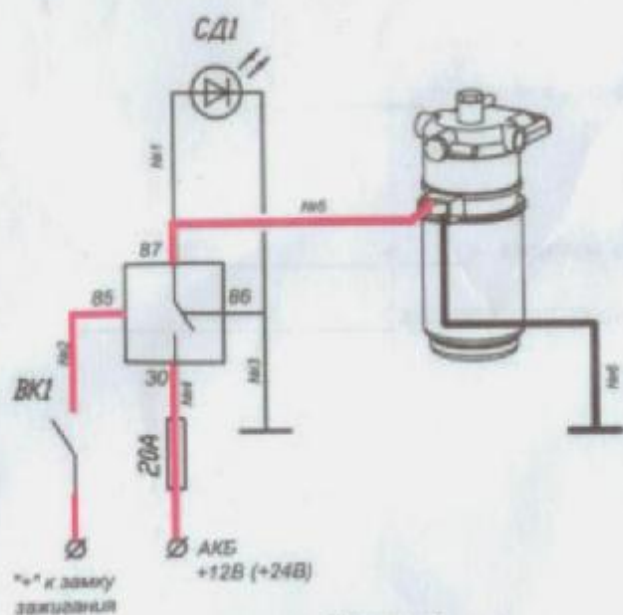

Рисунок 2
5.5 При подключении подогревателя к электрической бортовой сети **с ручным управлением подогревом (рисунок 2):**